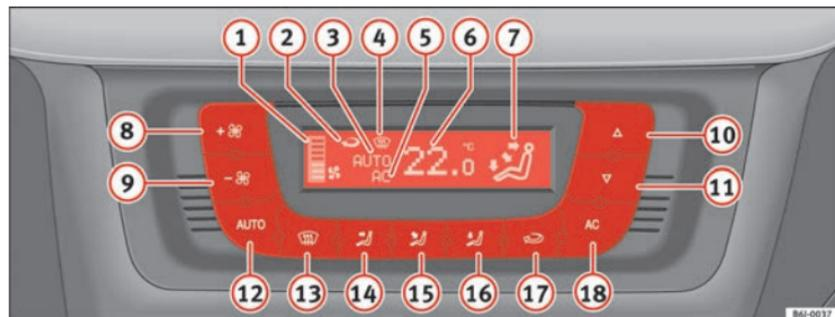

Fig. 91 Comandos do Climatronic no painel de instrumentos
- Rode o regulador da temperatura ⇒ página 128, fig. 91  para regular a temperatura.
- Premir o botão **AUTO**. Visualiza-se a indicação ⇒ página 128, fig. 91 .
- Prima um dos botões ⇒ página 128, fig. 91  a  ou pressione o regulador do ventilador  e . Apaga-se a indicação .
O ventilador pode ser regulado através dos botões  e  ⇒ página 128, fig. 91. Se o ventilador estiver desligado (no ecrã não está indicado qualquer nível ) e continuar a pressionar o botão , o Climatronic desliga-se. Nesse caso, aparecerá **OFF** no ecrã.
- Prima o botão , para ligar e desligar a recirculação do ar. Está ligada se aparecer o símbolo  ⇒ página 128, fig. 91 no ecrã.